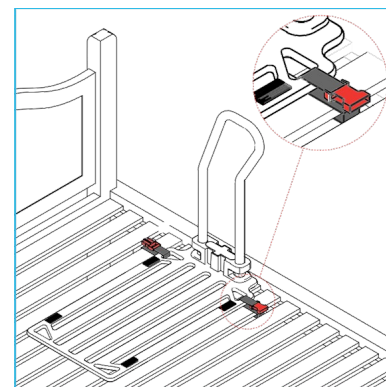

Abbildung 6
3.2d Führen Sie das eine Ende des Gurtes (mit Schnalle) von der Unterseite des Bett um den Lattenrost herum, durch den dreieckigen Schlitz an der Seite des Befestigungsbrettes und zurück unter das Bett über den Lattenrost (siehe Abb. 6).
3.2e Wiederholen Sie Schritt 3.2d mit dem anderen Ende des Gurtes (mit männlicher Schnalle) durch den gegenüberliegenden dreieckigen Schlitz auf der anderen Seite des Hebelplatte (siehe Abb. 6).